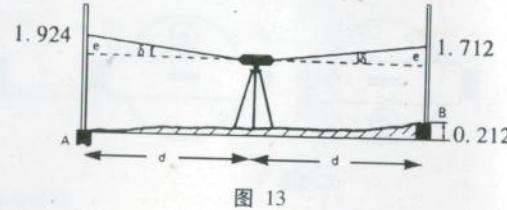

图 13
5.2.1 A 和 B 点相距 30 到 50 米，在其中央安置仪器并读取 a_1 和 b_1 （如图13）。